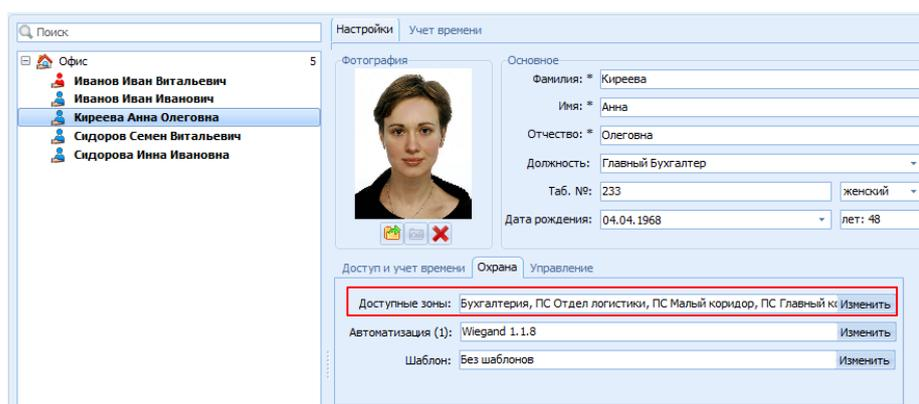

Рисунок 10.2 – Пользователю добавили доступные для управления зоны
- 3) Назначить зоны, которыми будет разрешено управлять пользователю (ставить на охрану / снимать с охраны) (рисунок 10.2).